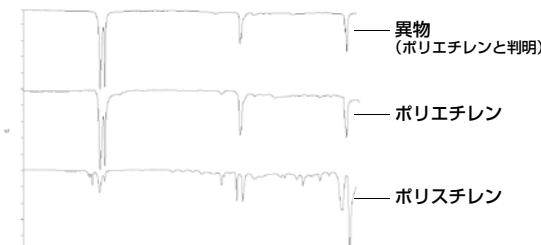

図1 赤外分光分析の結果
赤外分光分析 (IR) の結果で得られる赤外吸収スペクトルを、指紋を照合するようにして物質を特定します（図1）。ただし、汚れの付着により他の物質が混入しているような場合には照合が難しくなりますが、吸収される波長から分子構造が推測できる場合もあります。